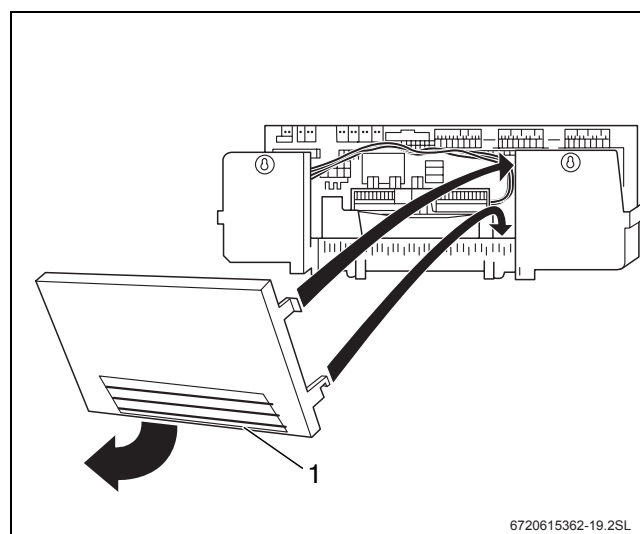

Рис. 31 Подготовка кабельного прохода
- ▶ При необходимости выломайте или вырежьте заглушки в задней стенке [1] (→ рис. 31).
У котлов 120 - 1200 кВт установите заднюю стенку на систему управления (→ рис. 31).